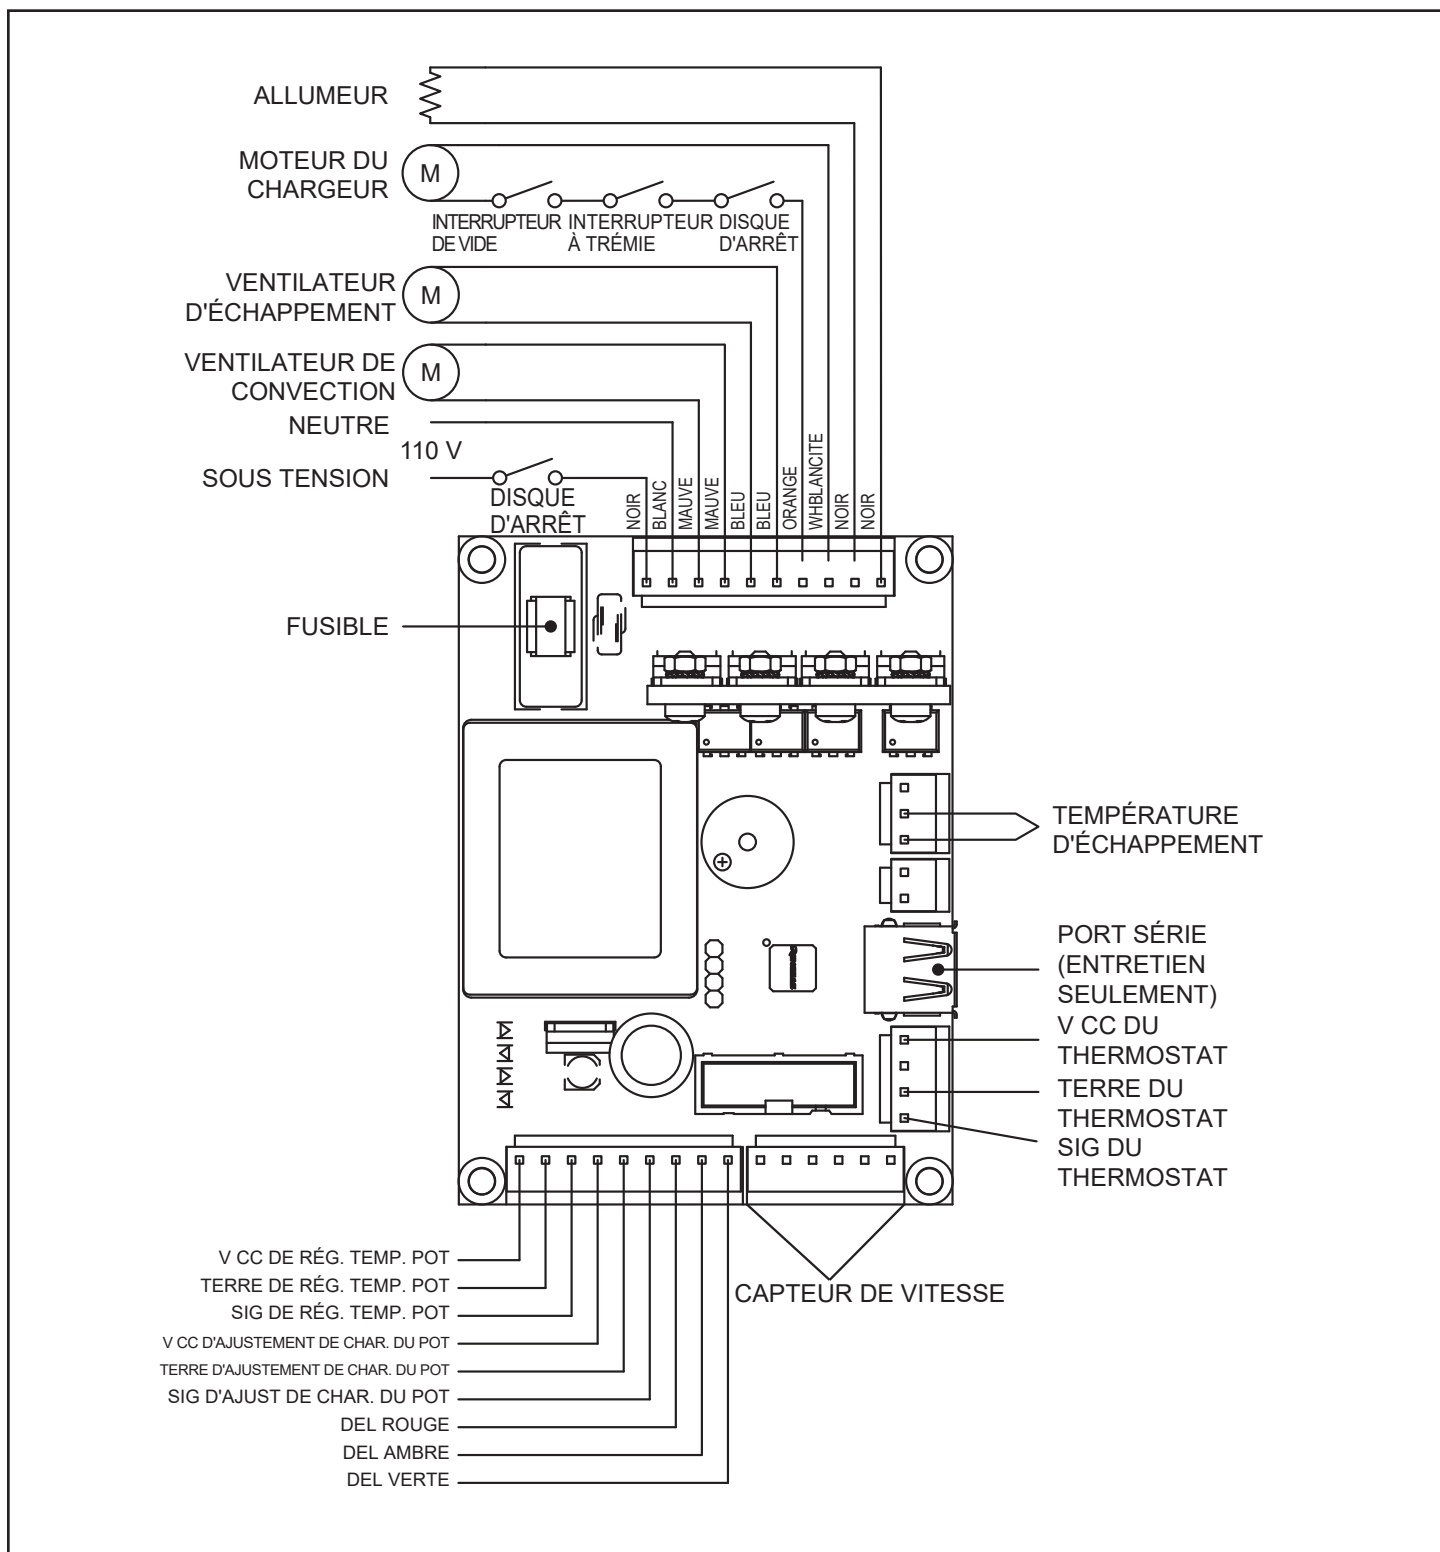

Figure 28.1 - Schéma du panneau de commande
14. Schéma de câblage du panneau de commande (Figure 28.1)